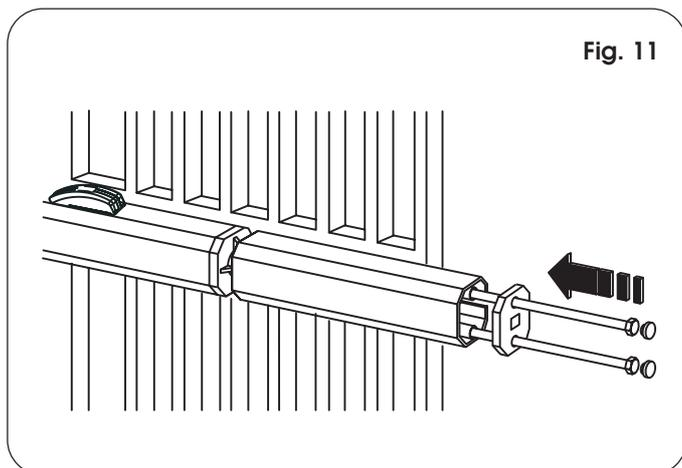

Fig. 11
- 12) Predisporre il carter di protezione ed applicarlo sull'operatore come da Fig. 11. Montare il salvapièga cavo elettrico (rif. ③, Fig. 12).